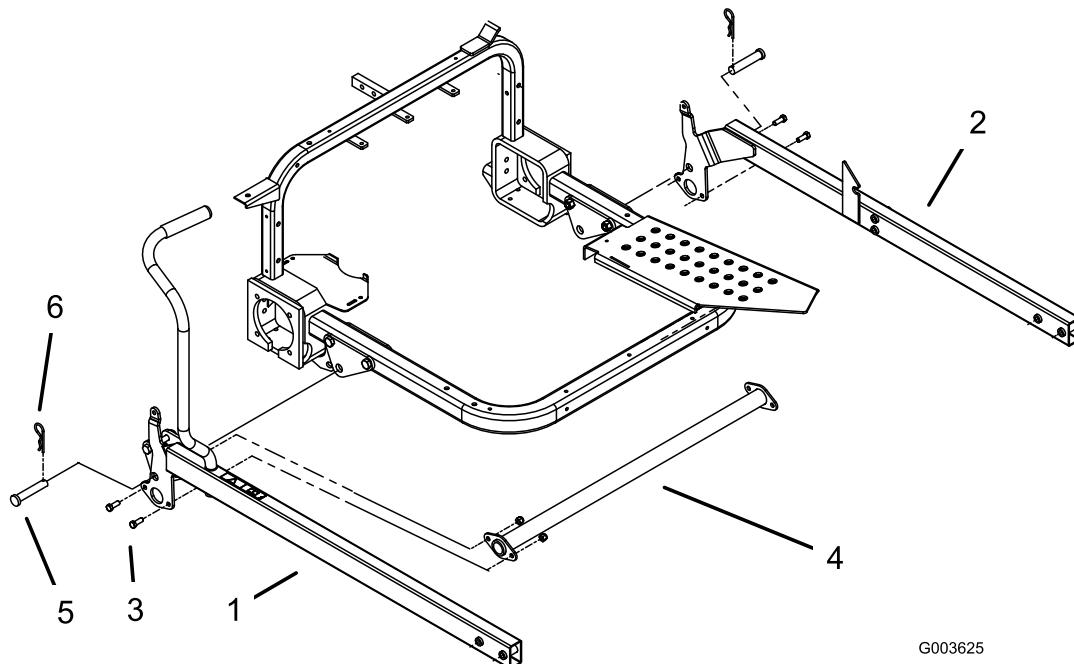

Рисунок 23
совпало с соответствующим отверстием в монтажном кронштейне (Рисунок 23).
2. Прикрепите правый подъемный рычаг к монтажному кронштейну с помощью штифта с отверстием под шплинт и П-образного шплинта (Рисунок 23).
3. Установите, не затягивая, один конец торсионной трубы на правый подъемный рычаг с помощью двух болтов ($\frac{3}{8}$ x 1 дюйм) и контргаек ($\frac{3}{8}$ дюйма); см. Рисунок 23.
4. Прикрепите левый подъемный рычаг к монтажному кронштейну с помощью штифта с отверстием под шплинт и П-образного шплинта (Рисунок 23).
5. Установите, не затягивая, другой конец торсионной трубы на левый подъемный рычаг с помощью двух болтов ($\frac{3}{8}$ x 1 дюйм) и контргаек ($\frac{3}{8}$ дюйма); Рисунок 23.
4. Затяните болты и контргайки крепления концов торсионных труб к подъемным рычагам (Рисунок 23).